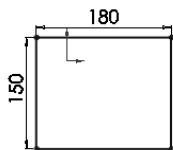

图 10-44 绘制矩形
1) 在左侧的 FeatureMannger 设计树中选择“前视基准面”作为绘图基准面, 然后单击“草图”控制面板中的 (边角矩形) 按钮, 绘制一个矩形, 标注矩形的智能尺寸, 如图 10-44 所示。